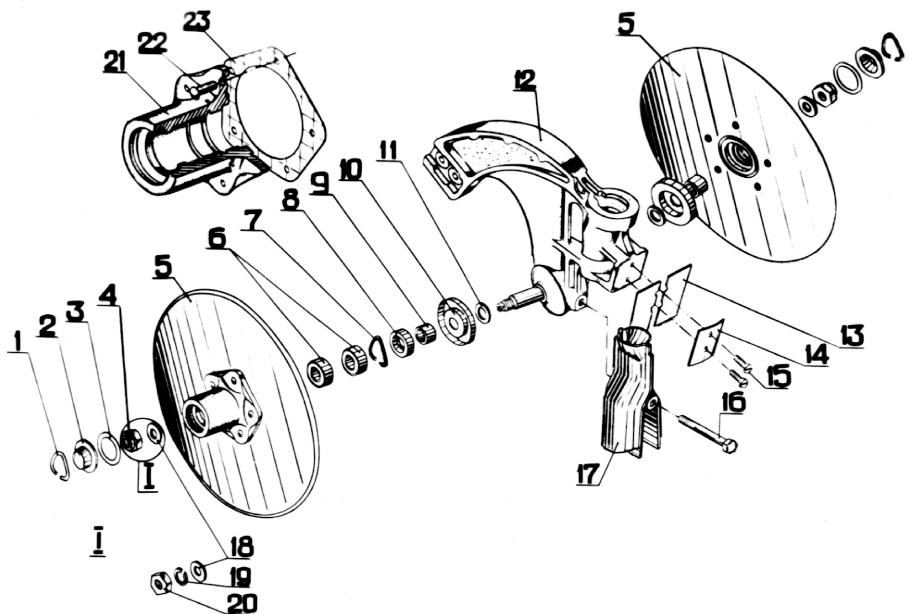

Рис. 29. Сошник двухдисковый двухстрочный
3.3.6.2 Сошники двухдисковые узкорядные (двухстрочные) (рис. 29).